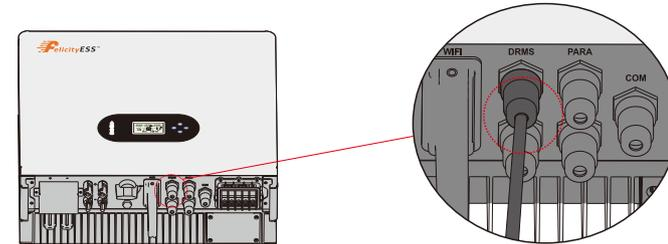

Figura 4.5-5 Interfaz RJ45
Paso 4. Conectar el terminal RJ45 en la posición correcta sobre el inversor. Ver Figura 4.5-5.